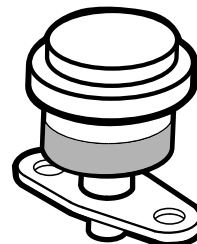

図 33
エアクリーナの一次フィルタの整備は、整備インジケータ図 33が赤色になるまでは行わないでください。早め
1. エアクリーナのインジケータを点検する。赤色に変っている場合は、フィルタを交換する図 33。